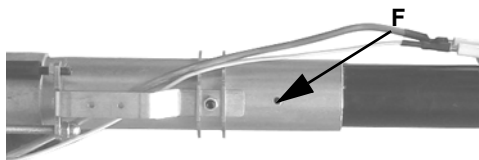
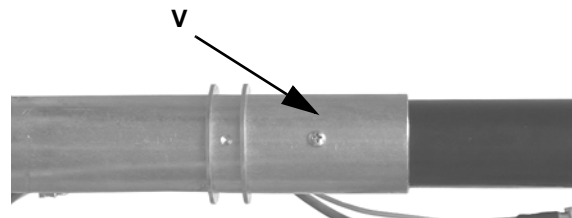

Fig. 13
Fig. 14
- 5 Rimuovere la flangia e la testa di combustione insieme (Fig. 13).
- 7 Svitare la vite **V** che fissa la testa di combustione al tubo testa, girare la testa di 180° come indicato in Fig. 13), fino a incontrare il foro **F**, e fissare nuovamente la vite **V** (Fig. 13 - Fig. 14).